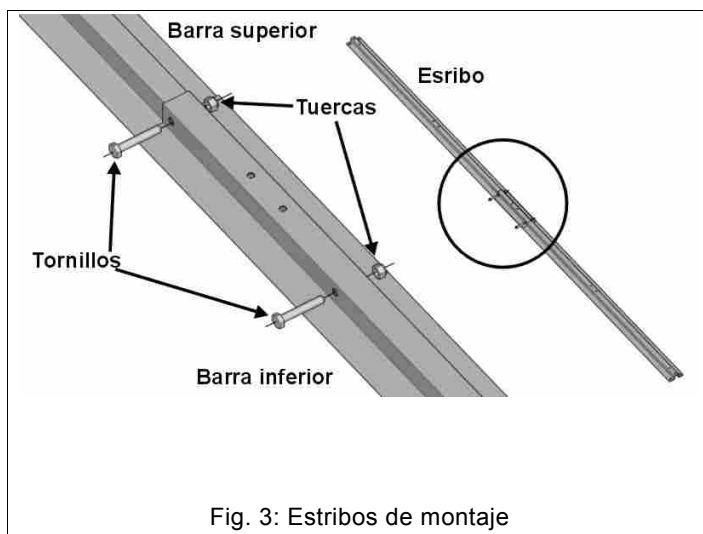

Fig. 3: Estribos de montaje
2. Se aconseja poner en el suelo cartones u otro tipo de material protector como base de trabajo durante la preparación del marcador. Para cada marcador se deben preparar dos estribos de soporte uniendo dos barras (una barra superior en 'U' estrecha y otra inferior en 'U' ancha); empalme las dos barras sobreponiéndolas y alineando los agujeros para que pasen los tornillos. Únalas sólidamente apretando los dos tornillos y las tuercas (Fig. 3).